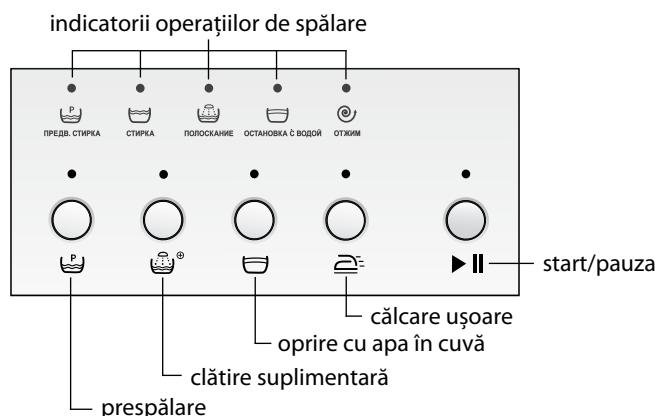

Figura 3 – Afisajul și butoanele de comandă
Fiecare buton are un indicator și este marcat cu simbol pe panoul de comandă, în conformitate cu Figura 3. Pentru a selecta funcția auxiliară dorită, apăsați butonul corespunzător.
**1.4.1** Pentru a selecta funcția auxiliară, apăsați butonul corespunzător acestei funcții – se aprinde indicatorul în conformitate cu Figura 3. La apăsare repetată, indicatorul de lumină se stinge, funcția se anulează.